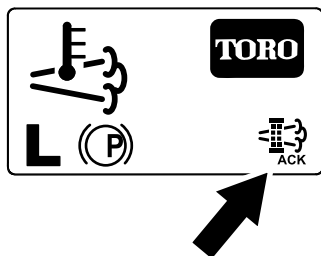

Figura 49
- El InfoCenter muestra la página de inicio y el icono de reconocimiento de regeneración (Figura 49) aparece en la esquina inferior derecha de la pantalla mientras se procesa la regeneración.